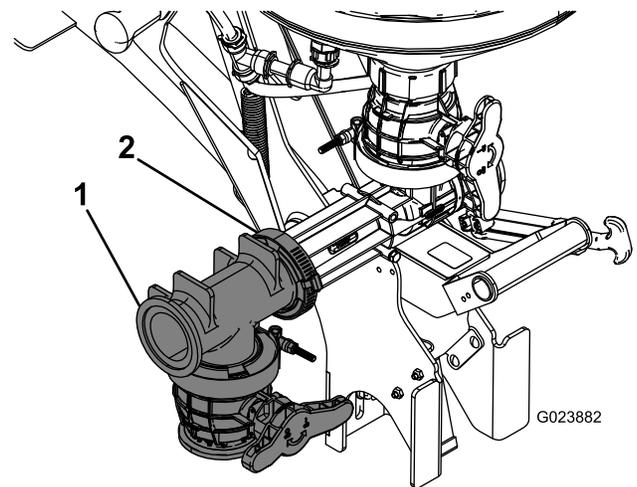

Bild 13
12. Schließen Sie das T-Ventil mit einer Dichtung und einer Wurmenschraubenklemme am Ejektor an (Bild 13).